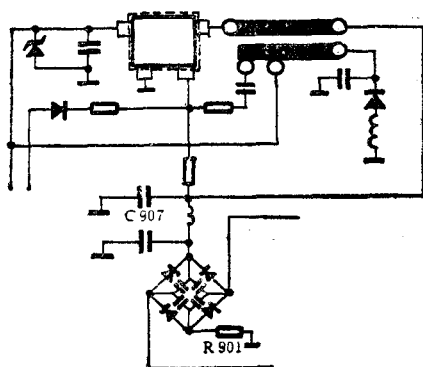

图 1-2
2. 检查整流滤波电路。通电后测量滤波电容器C907两端电压为0V,说明整流滤波电路有故障。检查R901(见图1-2)已经断路损坏。R901为限流电阻,其规格为6.8 Ω 10W。买不到此电阻时,可用旧电烙芯中的电阻丝取一段量得为6.8 Ω 左右代换,只要将电阻丝焊在坏电阻架上即可。本机用此法更换R901后,电视